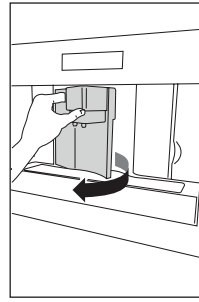

Fig. 23
- Abra la puerta de servicio (Fig. 23).